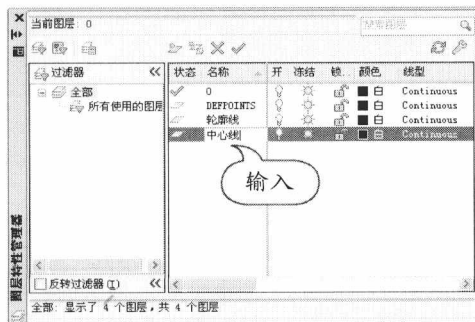

图 1-36 创建中心线图层
STEP 03 创建中心线图层。继续新建图层并定义图层名称为“中心线”，如图 1-36 所示。